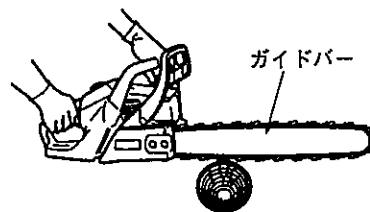

図 19
(1) チェン刃が木材に触れない状態でスロットルレバーを全開まで引き、チェーン刃のスピードが完全に上がってから切断をはじめます。
(2) 細い木材を切断する場合は、ガイドバーのつけ根付近を木材に軽く当てるだけで切断できます。(図19)